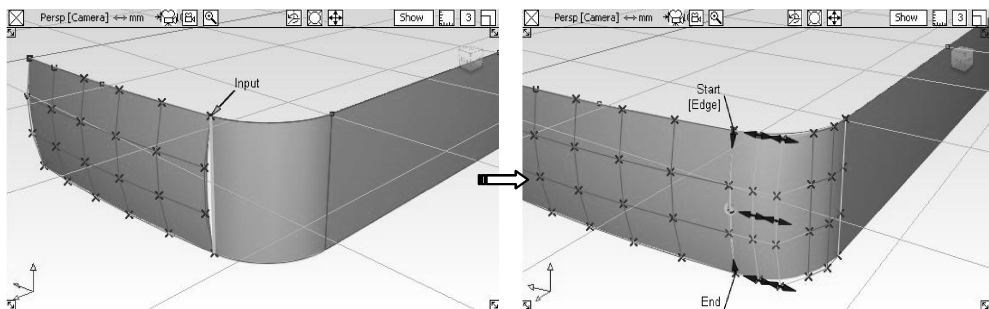

图 8-12 对齐两个曲面
- 14 执行标记菜单中【Pick nothing】命令，选择【Align】工具 ，设置为【G2 Curvature】连续，在透视图窗中单击拉伸圆角曲面的一边，然后单击上侧面的边缘，将两面 G2 连续对齐，如图 8-12 所示。